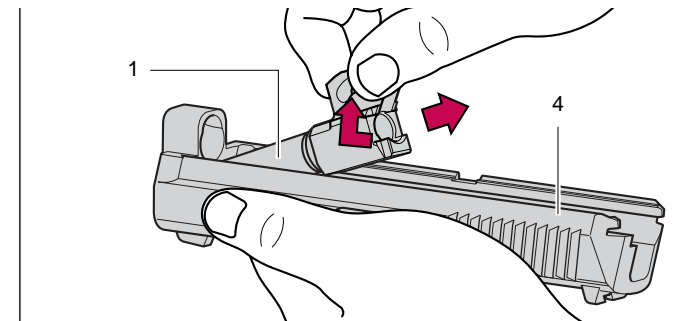

Fig. 12
8. Soulever puis retirer le canon 1 hors de la culasse 4 (Fig. 12).